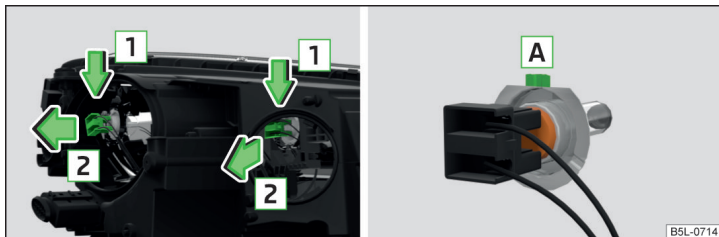

Fig. 198 Remplacement d'une ampoule des feux de croisement et des feux de route
- Défaites la prise avec la lampe dans le sens de la flèche **1** » fig. 198.
- Fixer la prise de la nouvelle ampoule de sorte à ce que le point de fixation **A** » fig. 198 de l'ampoule corresponde à l'orifice du réflecteur.